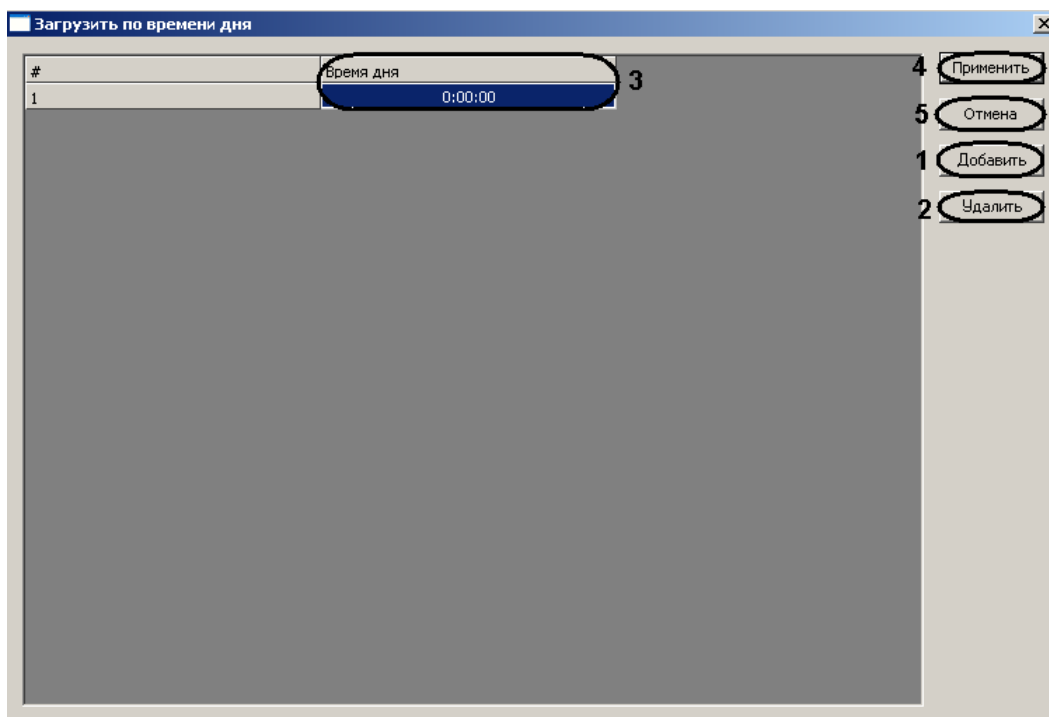

Рис. 3.6—3 Настройка времени загрузки
Откроется окно **Загрузить по времени дня** (Рис. 3.6—3).
- 5.1 Нажать кнопку **Добавить** (см. Рис. 3.6—3, 1) и ввести в столбце **Время дня** (см. Рис. 3.6—3, 3) время в формате ЧЧ:ММ:СС при достижении которого произойдет загрузка сообщений на Сервер НID.
*Примечание 2. Для удаления какого либо момента дня, в который будет происходить загрузка сообщений на Сервер НID, необходимо выделить соответствующую строку в таблице и нажать кнопку **Удалить** (см. Рис. 3.6—3, 2).*